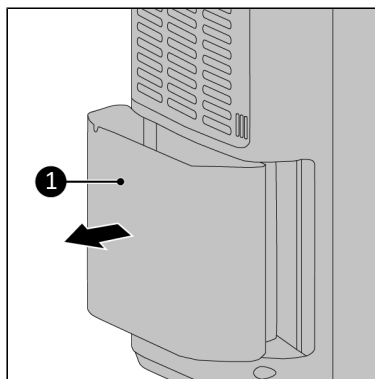

Figura 72.
1. Coloque as duas mãos nos lados do depósito de água (Figura 72, pos. 1).
2. Retire cuidadosamente o depósito de água (Figura 72, pos. 1) do aparelho.